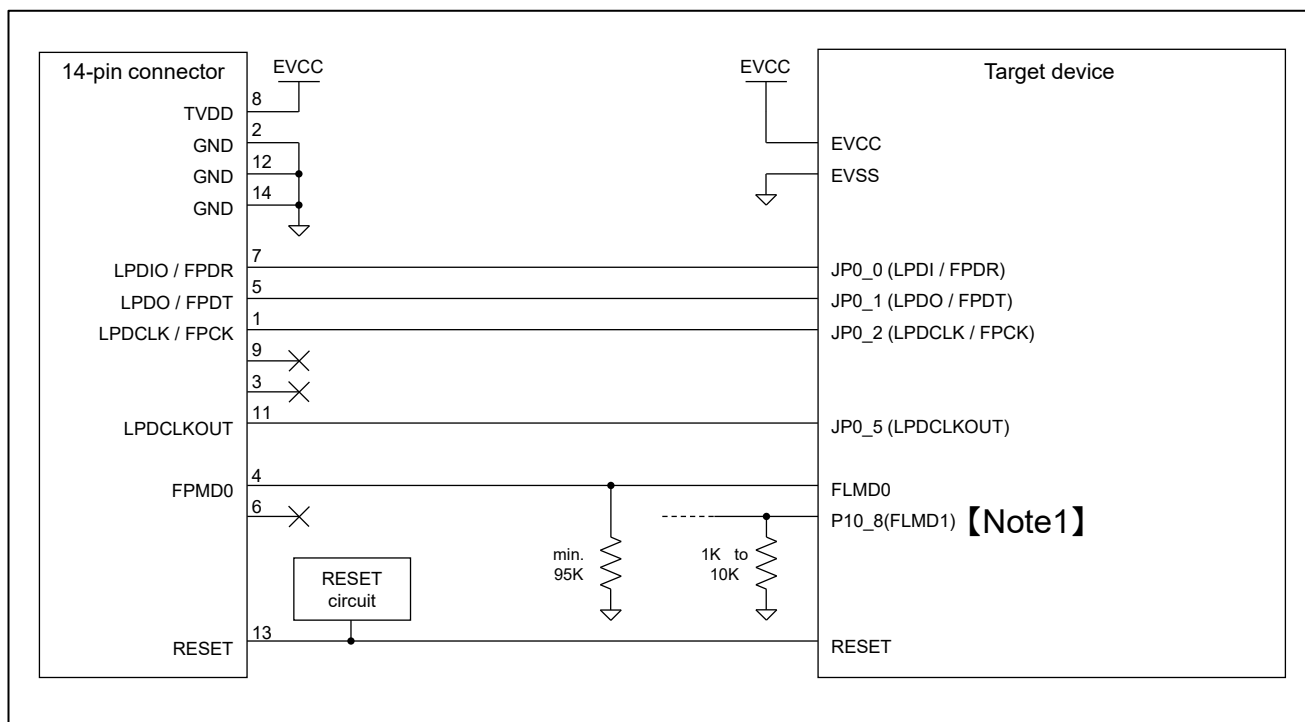

図 2-4 接続例
デバッグ (LPD4pin) とプログラミング (1wireUART または 2wireUART) の両方	図 2-4
- **【Note2】** JP0_0のプルアップ処理は、LPD1pinを使用する際にのみ必要です。LPD1pinを使用する予定がない場合は、図 2-4に従ってください。
(3) デバッグ (LPD1pin) とプログラミング (1wireUART) の両方が可能な接続方法